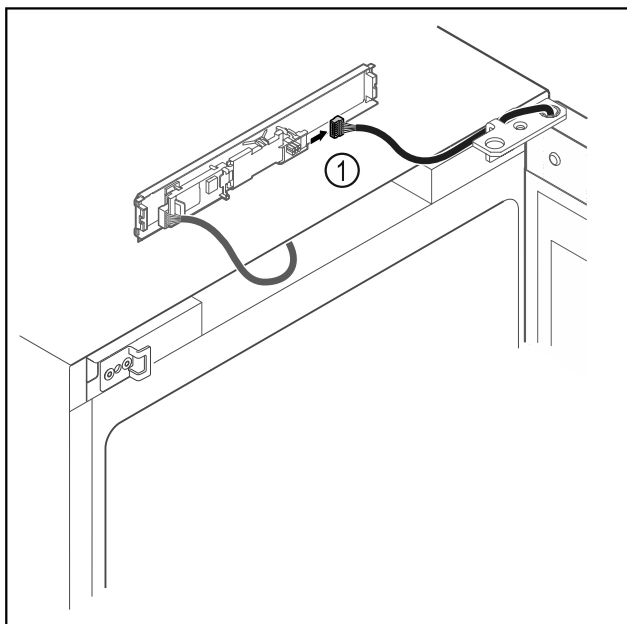

Fig. 17
- Wtyczkę Fig. 17 (1) należy odłączyć od płytki drukowanej.